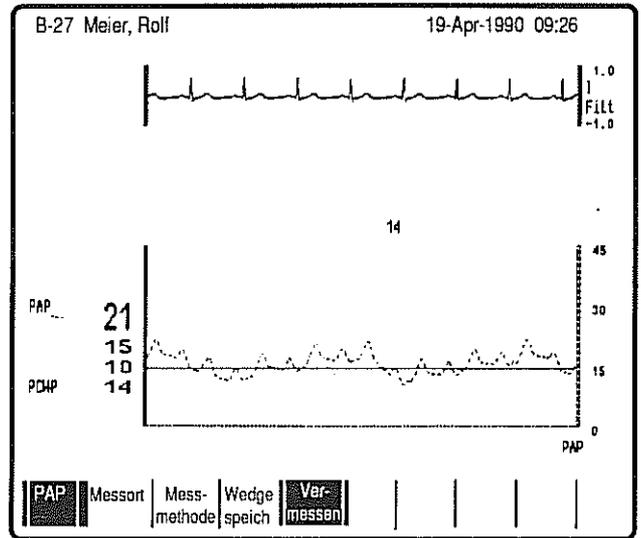

Bild 15
* Drücken Sie Taste **F5 Vermessen**. Es erscheint eine Meßlinie, die Sie mit den Pfeiltasten auf den richtigen Kurvenwert stellen können. Die Lage der Meßlinie wird direkt in mmHg angegeben (Bild 15).